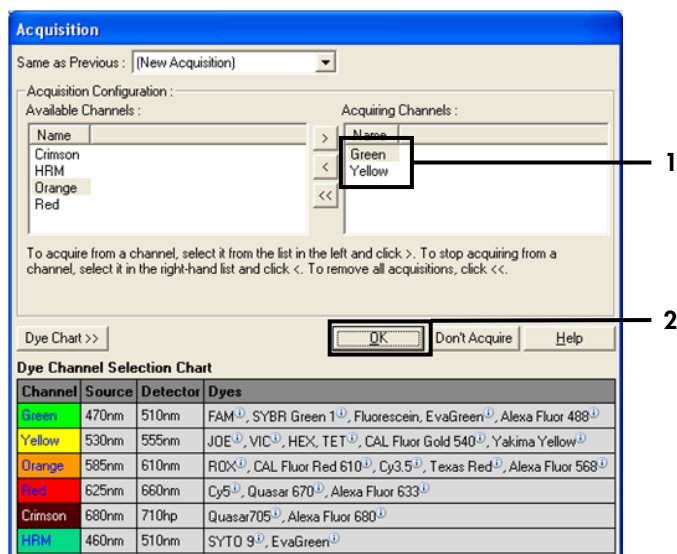

Figura 27. Aquisição de dados no passo de ciclagem a 60°C. 1 = Canais selecionados; 2 = botão "OK".
10. Configure “Green” (Verde) e “Yellow” (Amarelo) como os canais de aquisição, selecionando “>” para transferir estes canais da lista “Available Channels” (Canais disponíveis). Clique em “OK” (Figura 27).